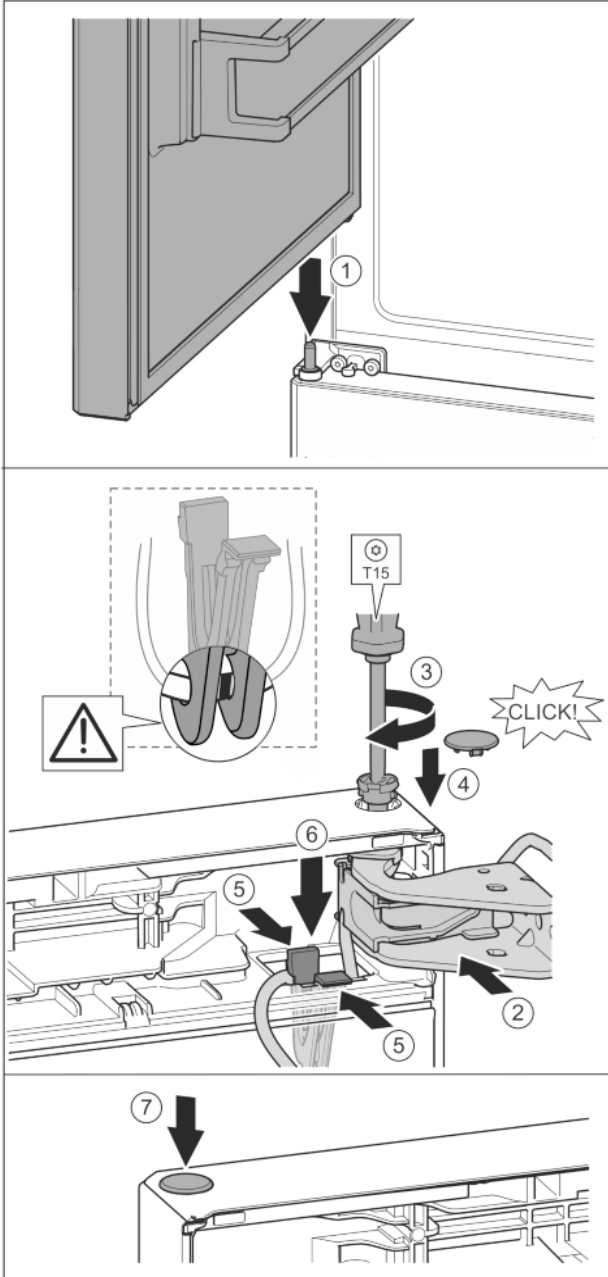

Fig. 36
- ▶ A felső ajtót helyezze a középső csapszegre Fig. 36 (1)
- ▶ Fent igazítsa a csapágybak nyílásához az ajtót. Fig. 36 (2)
- ▶ Helyezze be a csapot, és a T15 csavarhúzóval húzza meg. Fig. 36 (3)
- ▶ Az ajtó biztosítása érdekében szerelje fel a biztonsági fedelet: Helyezze fel a biztonsági fedelet, és ellenőrizze, hogy felfekszik-e az ajtóra. Egyébként a csapszeget teljesen helyezze be. Fig. 36 (4)
- ▶ Helyezze a nyílásba a tartót a rárögzített vezetékkel együtt. Fig. 36 (5)
- ▶ Nyomja lefelé a fedőlemezt, míg be nem pattant a fedőlemez. Fig. 36 (6)
- ▶ Helyezze be a dugót. Fig. 36 (7)